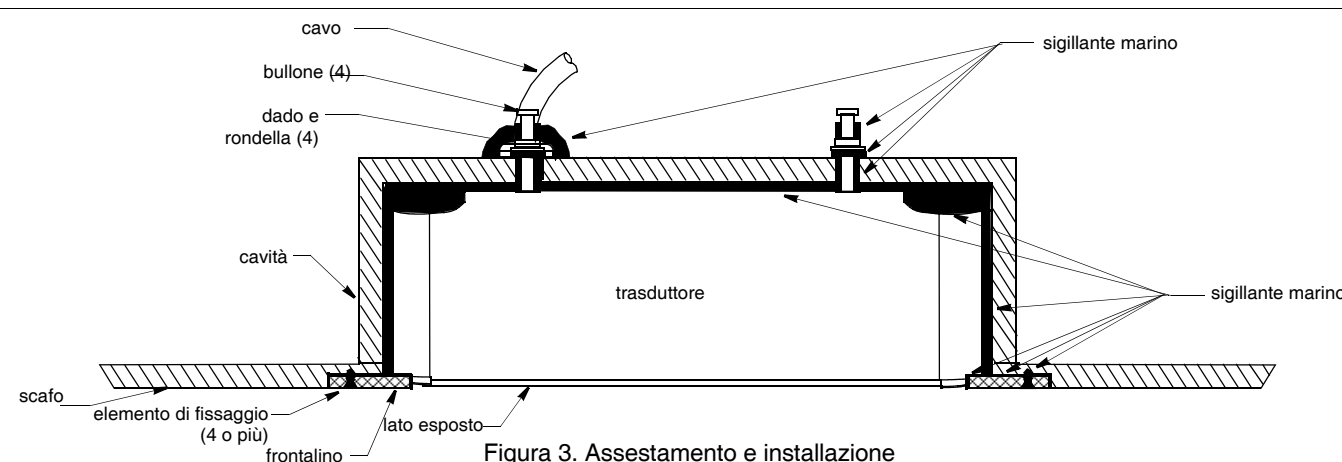

Figura 3. Assestamento e installazione
2. Applicate il sigillante marino alle seguenti superfici per sigillare lo scafo e trattenere il trasduttore saldamente in posizione (Figura 3).